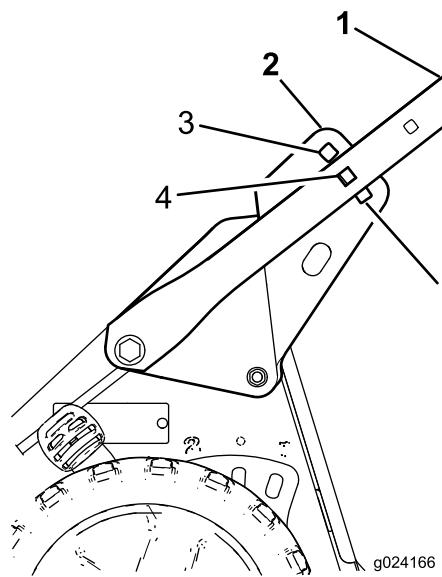

Figura 5
- Sítuese en la posición del operador para determinar la altura del manillar que le resulte más cómoda (Figura 5).